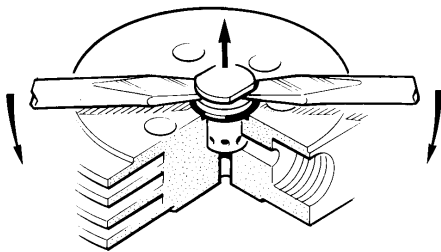

Fig. 39 Válvula de presión 3ª etapa, desmontaje
- Quite dos tuercas (1) y sus arandelas de resorte (2)
- Quite la placa de presión (3).
- Extraiga las válvulas (4) y (7) utilizando para ello dos destornilladores, ver Fig. 39.
- Realice el montaje invirtiendo la secuencia anterior. Coloque las arandelas con la parte curvada hacia arriba. Apriete las tuercas de modo que el disco (3) quede paralelo a la cabeza de la válvula! Aplique un valor de torsión de 10 Nm.
- Afloje un par de vueltas el pasador (1).
- Quite los tornillos allen (7), y saque la tapa protectora de la cabeza de válvula (6).
- Coloque dos destornilladores en la ranura del cuerpo de la válvula de presión (3) y extraiga la válvula de presión
junto con la junta tórica (2) (Fig. 39). Si fuera necesario, afloje primero la válvula aplicando una llave de tuerca de 13 mm (o una llave inglesa) sobre las superficies planas.